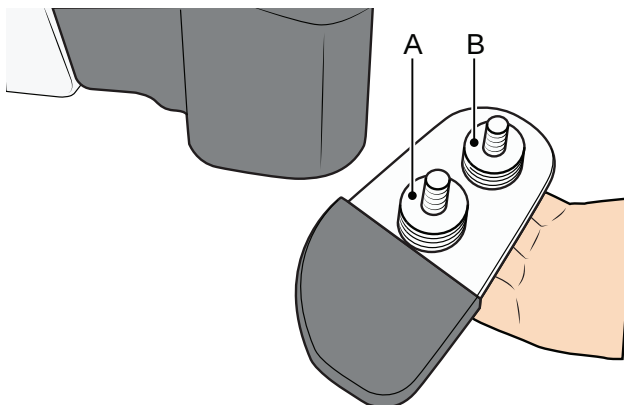

Figure 114
4. Ajoutez ou retirez des rondelles pour atteindre la hauteur souhaitée sur le boulon avant (A). Normalement, il y a quatre rondelles de réglage à l'avant (A) et quatre à l'arrière (B). Chaque rondelle mesure 5 mm (0.2 po). Voir Figure 114.